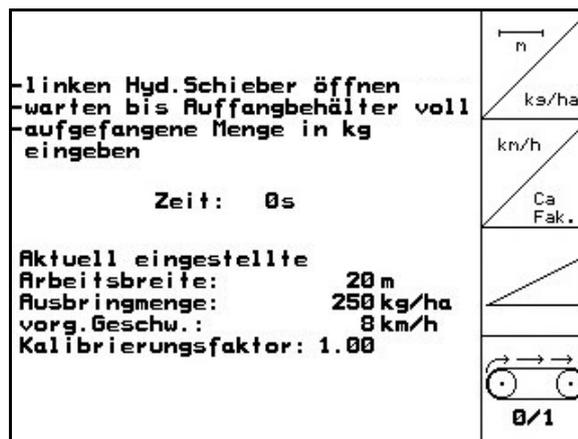

Fig. 54
1.  (Fig. 54) Conectar la cinta transportadora y, para ello, rellenar la precámara de abono.